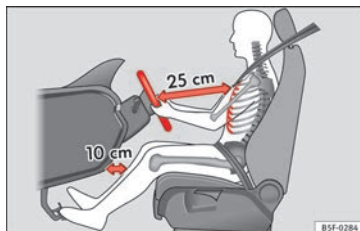

Fig. 84 La distanza corretta tra il conducente e il volante
- Regolare la posizione del volante in modo tale che la distanza tra il volante stesso e il torace sia di almeno 25 cm » **fig. 84.**
- Posizionare il sedile di guida in modo tale che tra lo sterzo del conducente e il centro del volante ci sia una distanza di almeno 25 cm » fig. 84. Se si sta seduti a meno di 25 centimetri di distanza non si può essere protetti con adeguata efficacia dal sistema degli airbag.